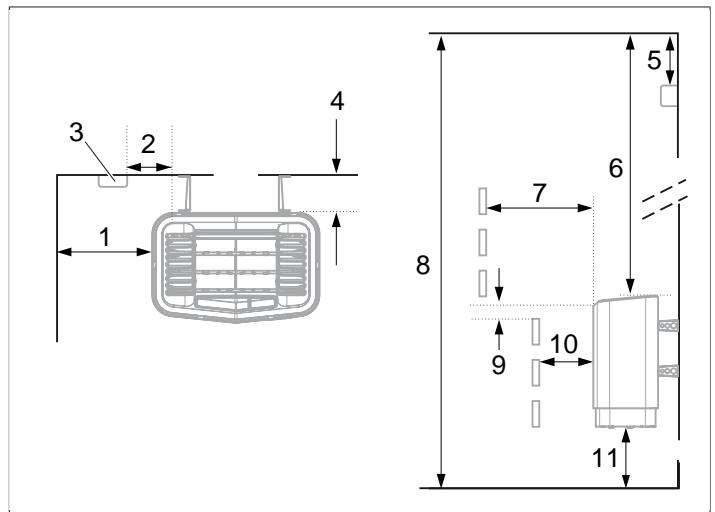
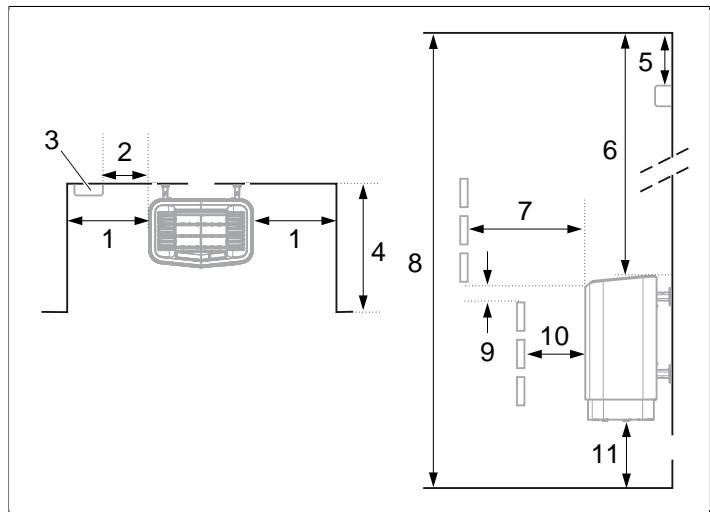

Рисунок 3: Размещение каменки – нормальная установка
Рисунок 5: Размещение каменки – установка в нише
- Planera sensorns placering (se **Рисунок 3**, страница 2 samt **Рисунок 5**, страница 3).
- У той же стены что и дверь (только в исключительном случае у боковой стены, но тогда как можно ближе к дверному проему). Возможно размещение каменки в нише (см. **Рисунок 5**, страница 3).
- на безопасном расстоянии от пола, боковых стен и интерьера (см. **Рисунок 3**, страница 2).
Установить датчик, как показано на рисунке (см. **Рисунок 3**, страница 2).
1. Установите устройство на безопасном расстоянии от пола, боковых стен и элементов интерьера (см. *Рисунок 5*, страница 3).
2. Установите датчик, как показано на рисунке (см. *Рисунок 5*, страница 3).